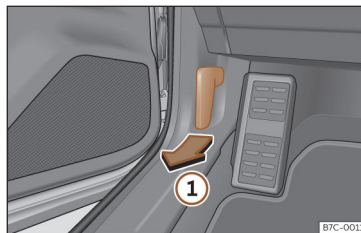

Fig. 191 Alavanca de desbloqueio no espaço para a zona dos pés do condutor.
- Abra a porta e puxe pelo manípulo que existe debaixo do painel de instrumentos >>> **Fig. 191 1**.